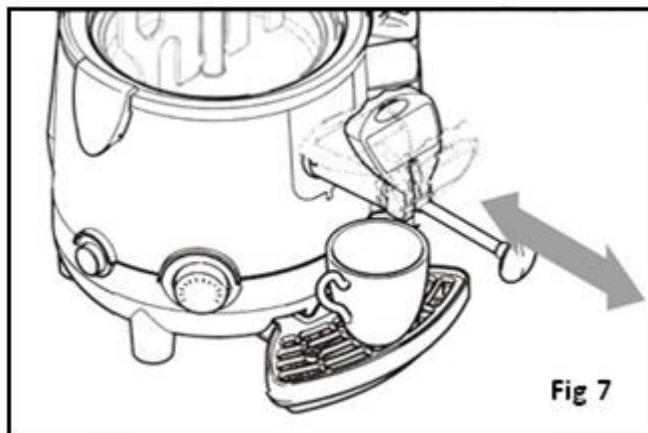

Fig 7
- En caso de que el producto que desea dispensar sea espeso, tire de la varilla del grifo hacia fuera completamente (Fig. 7)
- Es posible eliminar las obstrucciones del conducto del dispensador moviendo la varilla del grifo hacia dentro y hacia fuera (Fig. 7)